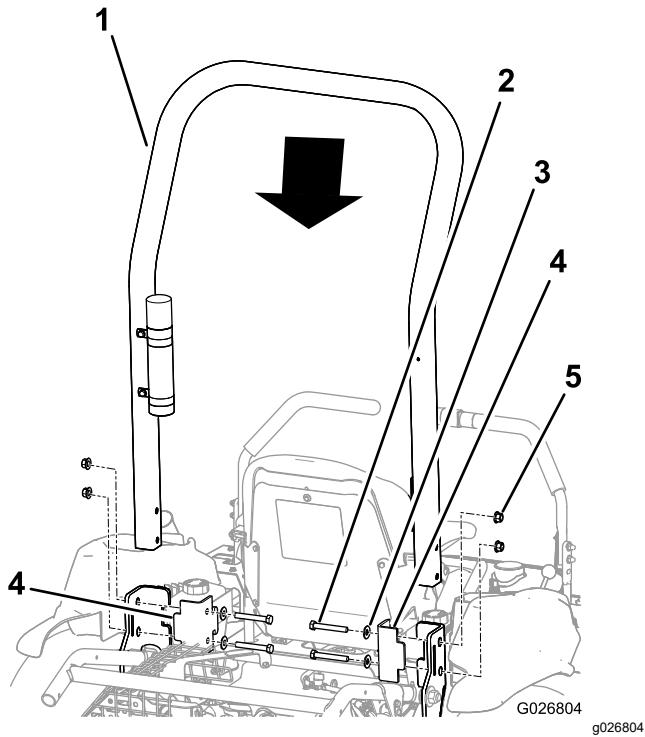

Bild 6
2. Setzen Sie den Überrollbügel an der Maschine an, wie in **Bild 6** dargestellt.